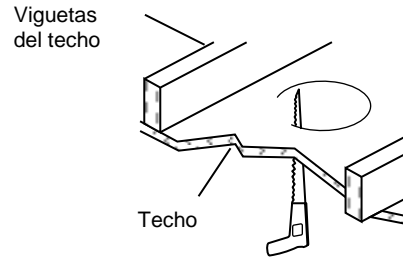

Fig. 1
2. Con una sierra de calar crea un agujero 4 1/4" (10,8 cm) de la superficie del techo. (Fig. 1) (**Nota:** Asegúrese de no hacer el agujero más grande que especificado por la plantilla. Un agujero de gran tamaño puede evitar la instalación correcta.)